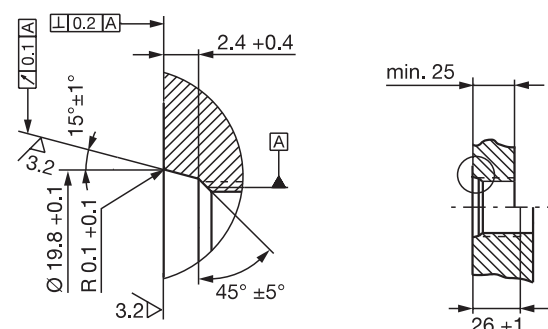
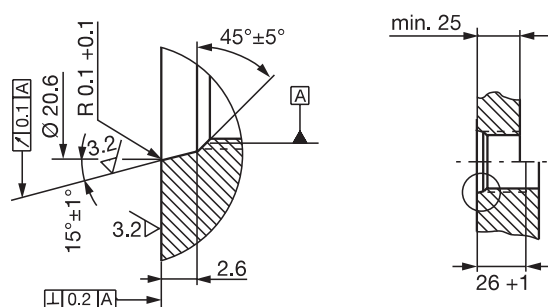

Fig. 4-3 : Trou de vissage M18x1.5 selon ISO 6149, joint torique 15,4x2,1
Fig. 4-4 : Trou de vissage 3/4"-16UNF selon SAE J475, joint torique 15,3x2,4
- ▶ Préparer le trou de fixation avec filetage (lamage pour joint torique, le cas échéant) selon la Fig. 4-3 ou Fig. 4-4.